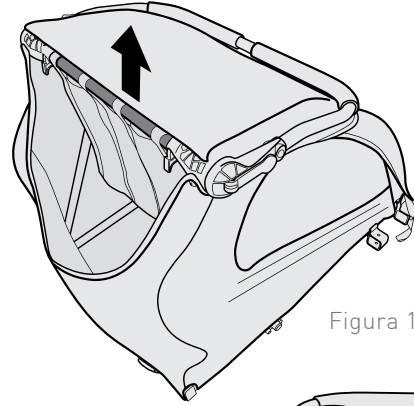

Figura 1
1. Levante la parte superior del marco en la parte posterior (Figura 1).